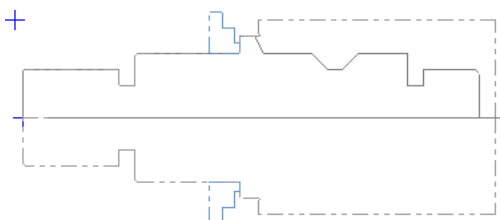

图 19.12 素材翻转
Step3. 在“车削素材翻转 属性”对话框中单击 按钮，结果如图 19.12 所示。